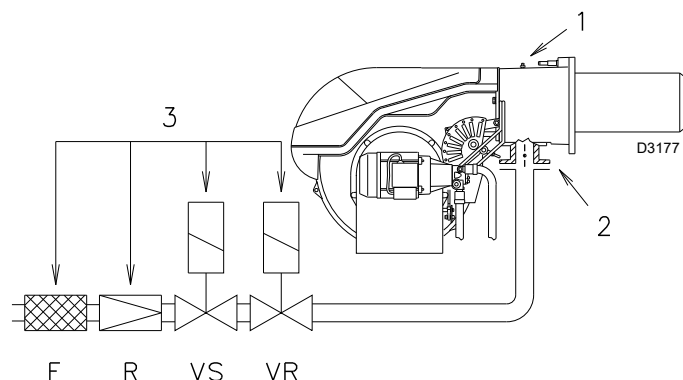

Fig. 27
Presión del gas en la toma 1)(Fig. 27), con:
- restar a la presión del gas en la toma 1)(Fig. 27) la presión en la cámara de combustión;
Presión del gas en la toma 1)(Fig. 27) = 21.9 mbar
En cambio, para conocer la presión del gas necesaria en la toma 1)(Fig. 27), una vez fijada la potencia máxima con la que se desea que funcione el quemador:
Leer a la derecha la presión en la toma 1)(Fig. 27).
presión necesaria para la toma 1)(Fig. 27).